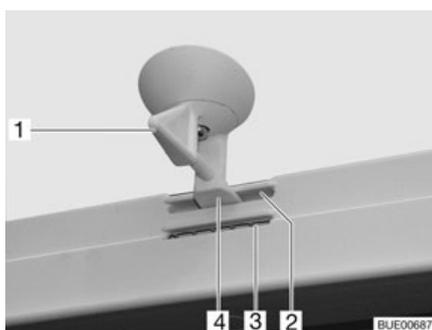
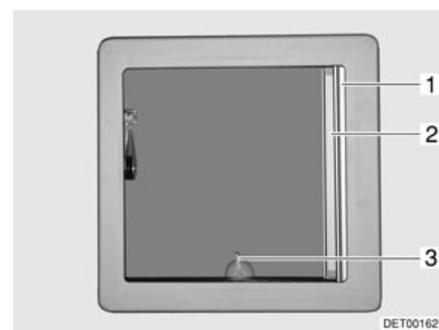

Fig. 66 Claraboya inclinable, bloqueo
Fig. 67 Claraboya inclinable
- Girar la palanca (Fig. 66,1 ó Fig. 67,3) un cuarto de vuelta.
- Girar la palanca un cuarto de vuelta. El bloqueo (Fig. 66,4) tiene que deslizarse dentro de la apertura inferior (Fig. 66,3).
- Girar la palanca un cuarto de vuelta. El bloqueo (Fig. 66,4) tiene que deslizarse dentro de la apertura superior (Fig. 66,2).
- Extraer del estor plegable (Fig. 67,1) y soltarlo en la posición deseada. El estor plegable se queda fijo en esta posición.
- Tirar la mosquitera enrollable (Fig. 67,2) hasta que engatille en el bloqueo del lado contrario.